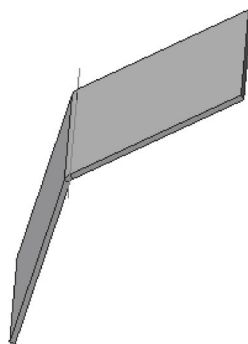

图 13-48 创建折弯特征
STEP 07 单击“完成”按钮 ，即可创建折弯特征，效果如图 13-48 所示。